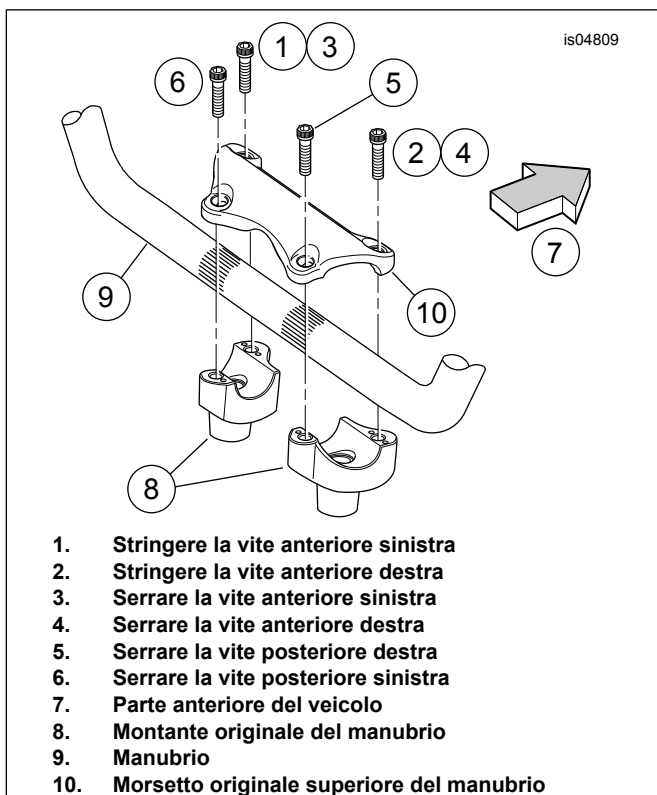

Figura 3. Sequenza di serraggio delle viti del morsetto del manubrio
3. Vedere Figura 3. Serrare, ma non completamente, solamente le due viti del morsetto superiore nella sequenza che segue:
- a. per primo, stringere la vite anteriore sinistra (1).
- b. Quindi, stringere la vite anteriore destra (2).
11. Vedere Figura 3. Serrare le viti del morsetto superiore del manubrio procedendo come segue.
- a. Serrare la vite anteriore sinistra (1) finché il morsetto sinistro del manubrio non entri in contatto con la parte anteriore del montante di sinistra del manubrio.
- b. Serrare la vite anteriore destra (2) finché il morsetto destro del manubrio non entri in contatto con la parte anteriore del montante di destra del manubrio.
- c. Serrare la vite anteriore di sinistra (3) a 21,7–27,1 N·m (16–20 ft-lbs).
- d. Serrare la vite anteriore di destra (4) a 21,7–27,1 N·m (16–20 ft-lbs).
- e. Serrare la vite posteriore di destra (5) a 21,7–27,1 N·m (16–20 ft-lbs).
- f. Serrare la vite posteriore di sinistra (6) a 21,7–27,1 N·m (16–20 ft-lbs).